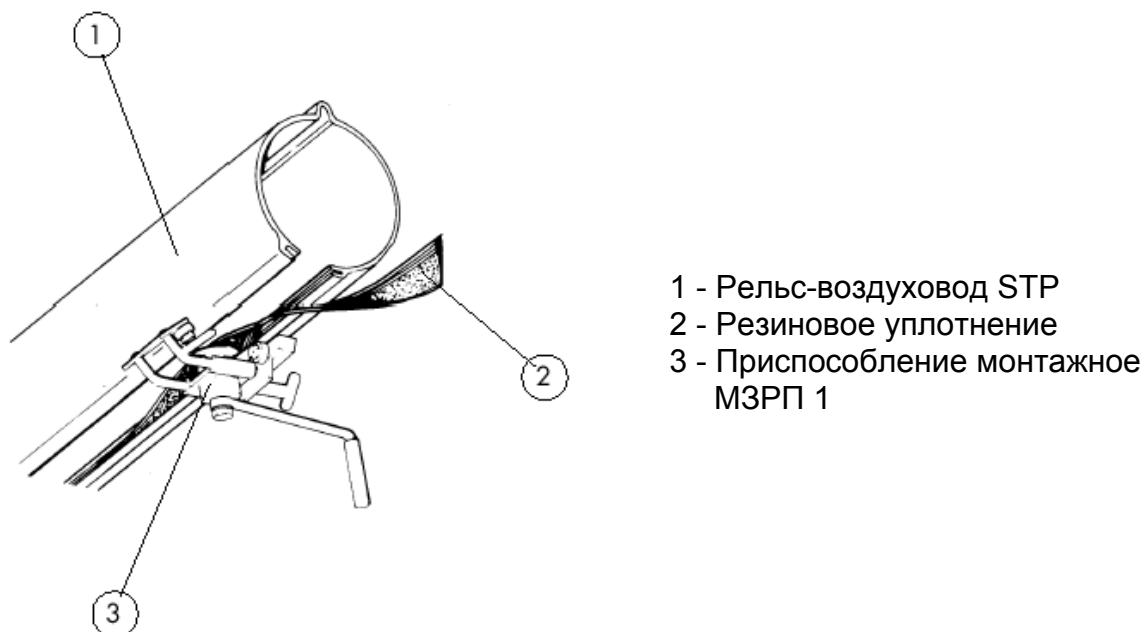
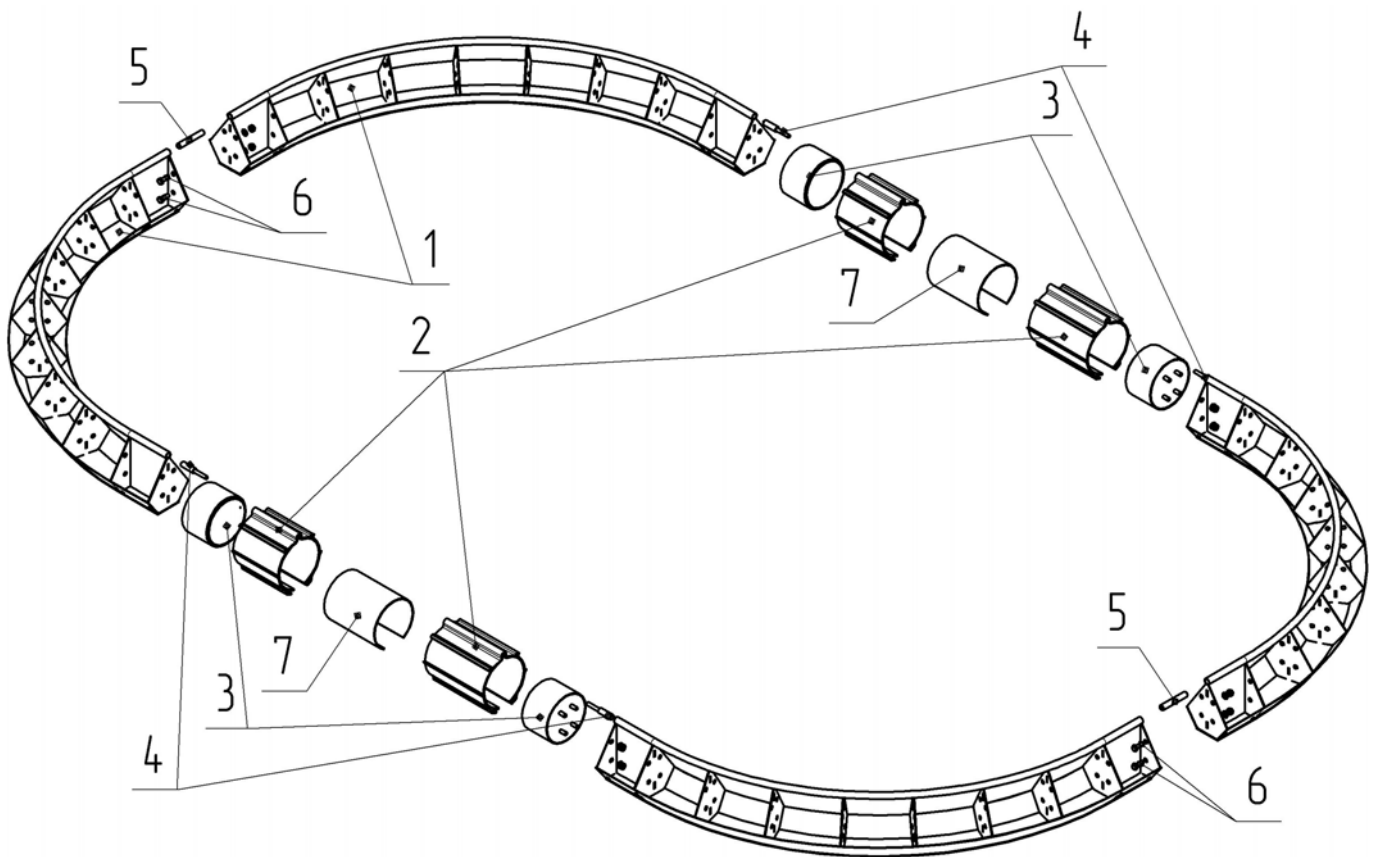

Рис. 4
Рис. 8
Расположите элементы рельса-воздуховода под предназначенным для его установки местом. Вставьте в первый элемент (1) соединительную муфту (2) на половину ее длины и просверлите 6 отверстий $\varnothing 9,5$ мм под болтовые соединения (см. рис. 4). Сверление желательно начинать с верхних отверстий. После сверления каждого отверстия производить болтовое соединение (болтами М8х30). Подведите второй элемент (3), введите в него муфту и произведите аналогичные операции. Следите за тем, чтобы элементы рельса-воздуховода располагались соосно и, в местах стыков, не было уступов. Отсоедините второй элемент, разобрав болтовые соединения с его стороны. Сверление и подготовку к сборке с последующими элементами производить аналогично.
Резиновое уплотнение легко монтируется при помощи специального монтажного приспособления МЗРП 1 (см. рис. 4). Непосредственно перед монтажом уплотнение смазывается мыльным раствором. Перед вводом рельса в эксплуатацию рекомендуется для улучшения скольжения сопла каретки (см. рис.8, поз.1) нанести на внутреннюю поверхность резинового уплотнения тефлоновую или силиконовую аэрозоль.